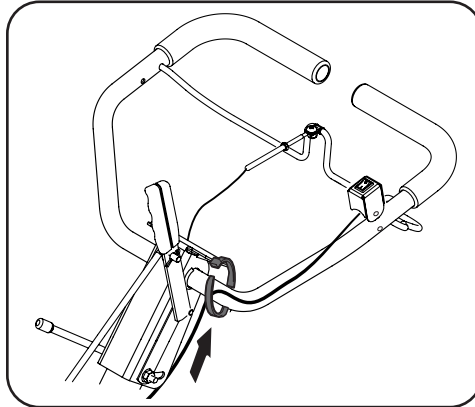

Figure 2-5
3. Passez le fil sur le côté gauche de la poignée et retenez-le à la partie inférieure de la poignée avec une attache. Voir Figure 2-5.